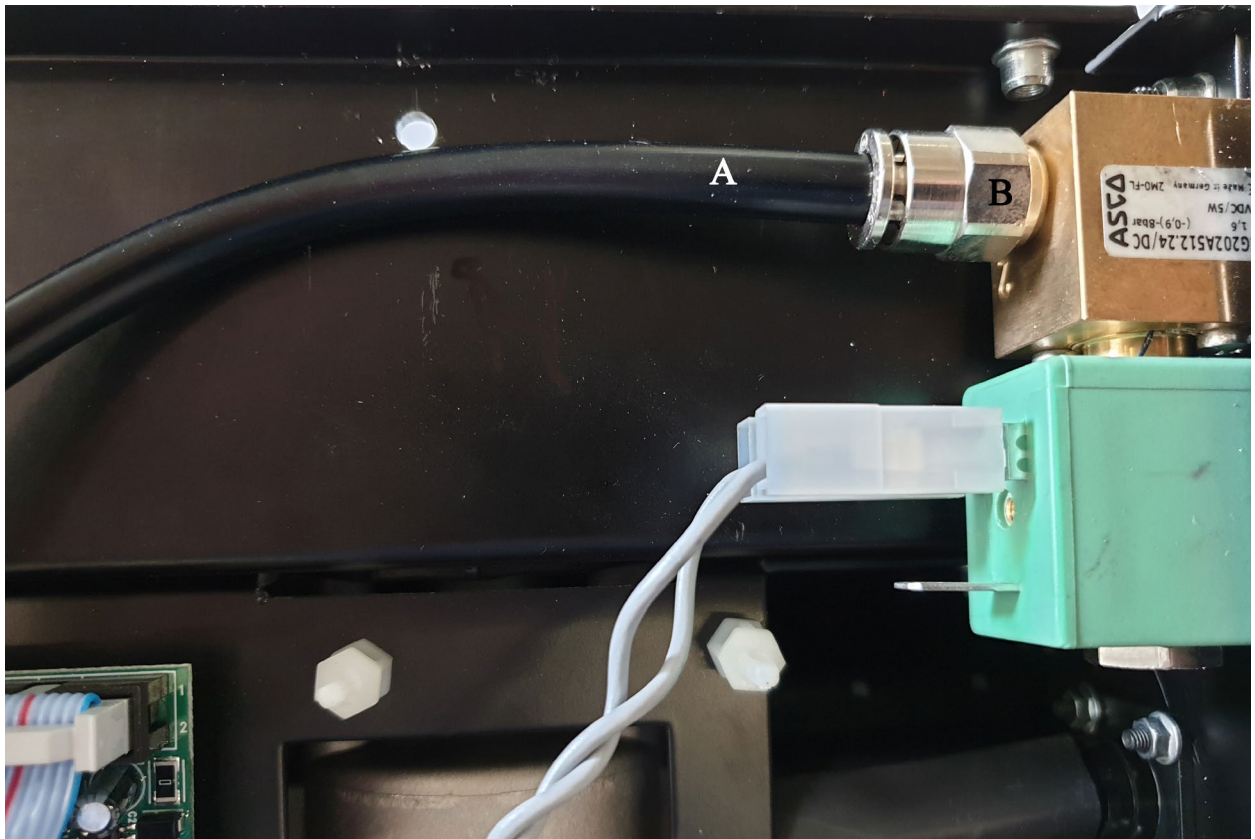

Fig. 3
- Disconnect the gas hose **A** from the fitting **B** on the body of the solenoid valve (fig. 3).
- Sacar el tubo del gas **A** del empalme **B** situado en el cuerpo de la electroválvula (fig. 3).